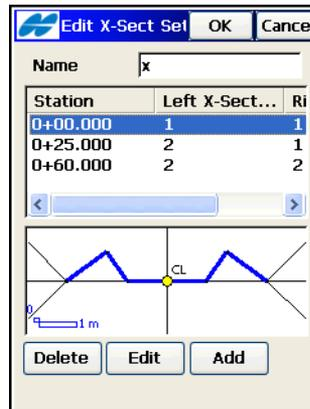

Abbildung 7-27. Querprofil
4. Zum Hinzufügen einer Station tippen Sie im Fenster *Querprofil neu* auf **Neu** (Abbildung 7-27). Fügen Sie alle Vorlagen für die Trasse hinzu. Falls zwei oder mehr Querprofile in einer Gruppe